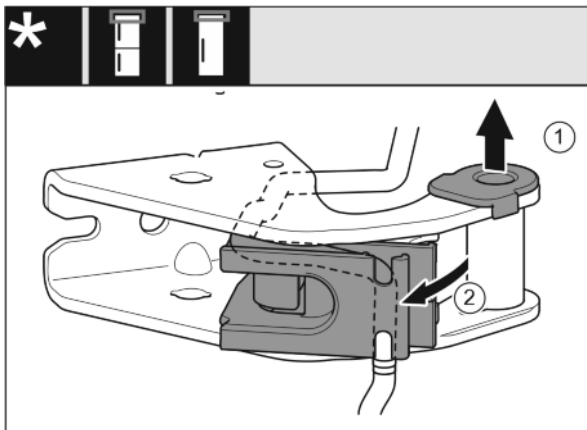

Fig. 13
- ▶ Lagerbuchse aus Führung ziehen. Fig. 13 (1)
- ▶ Kabelhalterung ausschwenken. Fig. 13 (2)